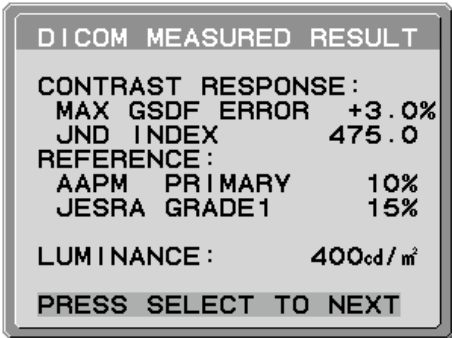

图 D.2
4. 出现 DICOM MEASURED RESULT（DICOM 测量结果）信息（图 D.2）后。您可使用控制键设置 DATE（日期）和 TIME（时间），然后按 SELECT 键。